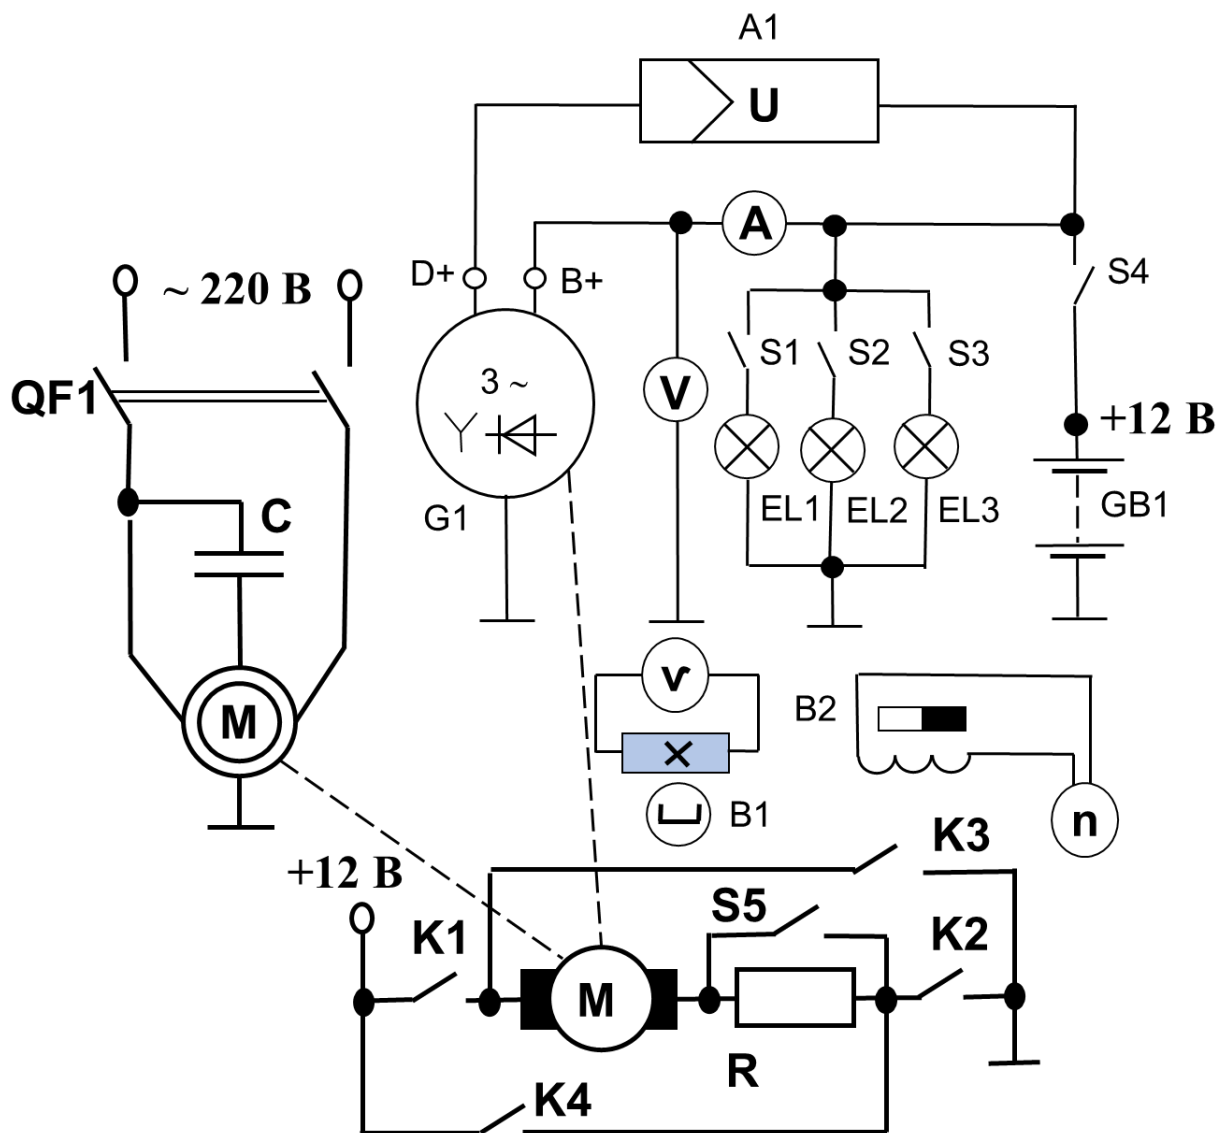

Рисунок 1 – Схема проведения исследования работы автоматической бесступенчатой коробки передач
- подключают аккумуляторную батарею к низковольтной цепи стенда, соблюдая полярность (рисунок 1);